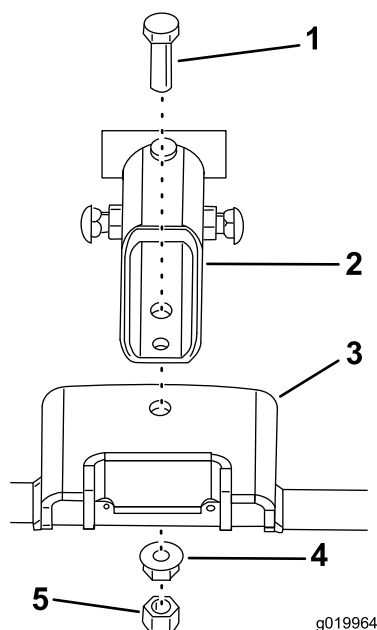

Figura 5
- Montate il gruppo staffa orientabile sul telaio con una vite (1/2 poll.) e fissate con un dado flangiato (1/2 poll.) (Figura 5).